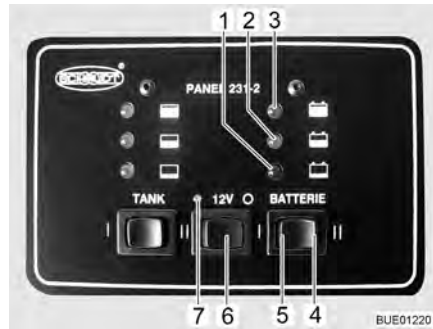

Bild 96 Panel
Med huvudbrytaren 12 V (Bild 96,6) kopplas bodelens 12 V-försörjning till eller från.
*Slå på:* ■ Tryck in vippkontakten "12 V" (Bild 96,6) till vänster: 12 V-försörjningen för bodelen är påslagen. 12 V-kontrolllampan (Bild 96,7) lyser grönt.
*Slå från:* ■ Tryck in vippkontakten "12 V" (Bild 96,6) till höger "O": 12 V-försörjningen för bodelen är avstängd. 12 V-kontrolllampan (Bild 96,7) slocknar.
*Indikeringar:* ■ Tryck på vippkontakten "BATTERI" till vänster "I" (Bild 96,5): Bodelens batteriladdningsnivå visas.
Den högra delen av vippkontakten "BATTERI" "II" (Bild 96,4) har ingen funktion.
Den röda kontrollampan (Bild 96,1) med symbolen "" lyser: Bodelsbatteriet är urladdat. Fulladda genast bodelsbatteriet.
Den gula kontrollampan (Bild 96,2) med symbolen "" lyser: Bodelsbatteriet är urladdat till hälften. Bodelsbatteriets energireserv räcker bara för en begränsad tidsperiod. Ladda bodelsbatteriet inom kort.
Den gröna kontrollampan (Bild 96,3) med symbolen "" lyser: Bodelsbatteriet är fulladdat.